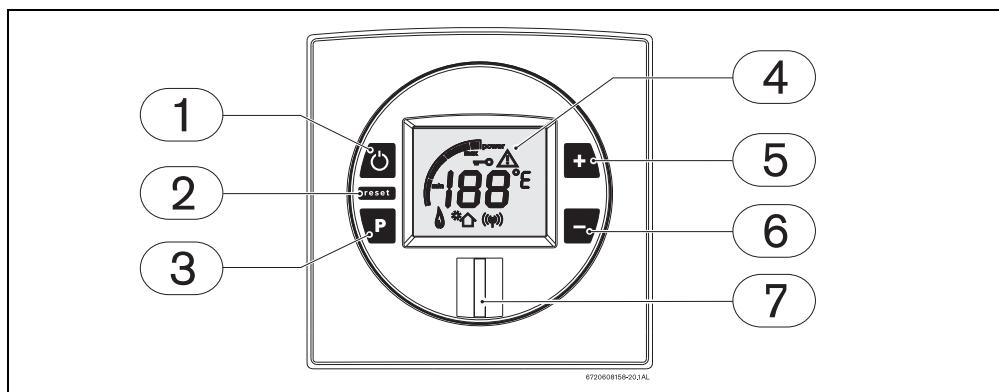

Рис. 4
Выключите прибор (Рис. 4 , поз. 1).
- Нажмите и удерживайте кнопку программирования (Рис. 4 , поз. 3), нажмите кнопку «Вкл./выкл.» (Рис. 4 , поз. 1), для подключения прибора. Отпустите кнопку программирования только после того, как на ЖК-дисплее появится индикация «188». На ЖК-дисплее появится сигнал «P2».
- Нажмите кнопку «Вкл./выкл.» (Рис. 4 , поз. 1), для отключения прибора.